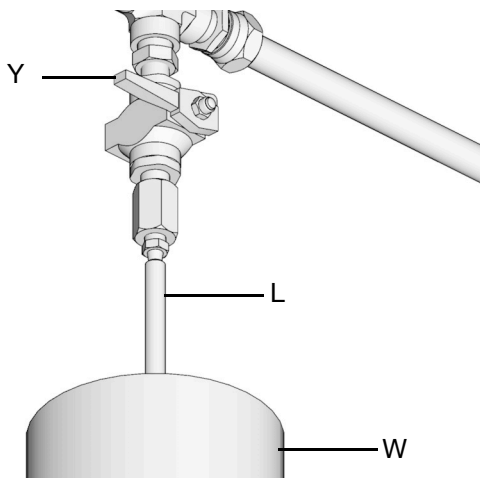

图 20:
- a. 如要释放加注泵 (F) 和自动加注截止阀 (B) 的压力，打开球阀 (bv) (图 20)。将释放压力，多余的流体从排放管 (L) 中排出，排放到润滑溢流容器 (W)。